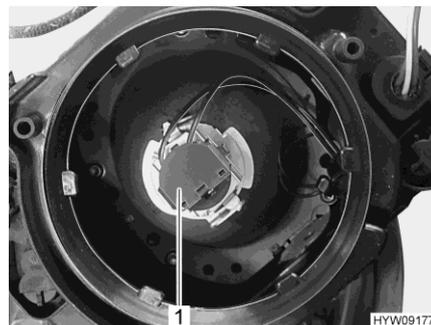

Fig. 231 Ampoule (feux de croisement/feux de route)
- Tourner la douille (Fig. 231,1) avec la lampe dans le sens inverse des aiguilles d'une montre et la retirer du boîtier de la lampe.
- Mettre la douille (Fig. 231,1) avec l'ampoule dans le boîtier de la lampe et serrer en vissant dans le sens des aiguilles d'une montre. La douille s'enclenche de manière audible.